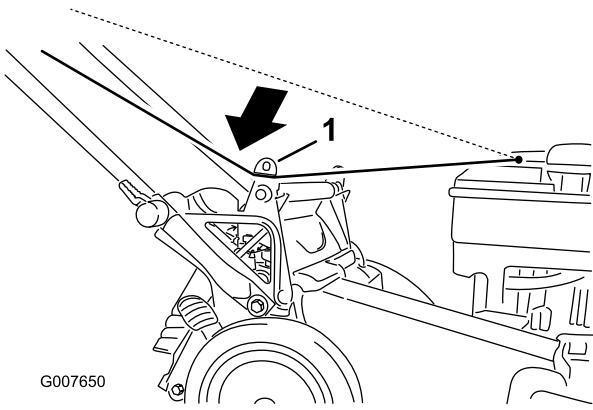

Figura 23
- 1. Pase la cuerda del arrancador alrededor de la guía de cuerda inferior (Figura 23).